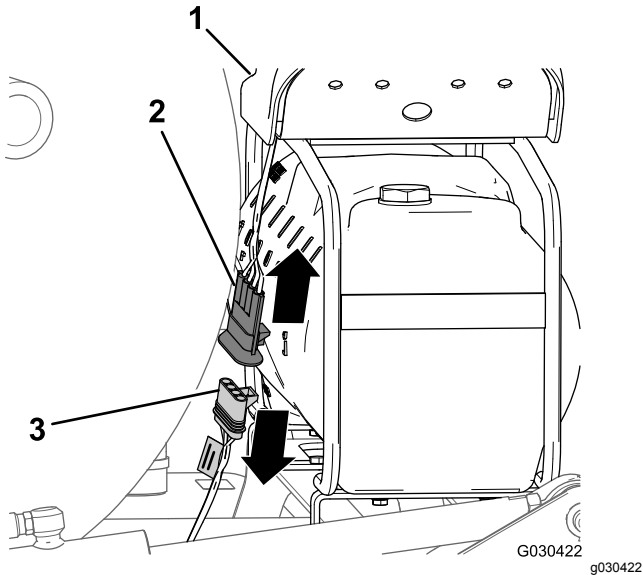

Bild 4
1. Suchen Sie an der Rückseite des Schaummarkiererbehälters den Kabelbaum am Kompressor (Bild 4).
2. Ziehen Sie den 4-Stift-Stecker des Kompressorkabelbaums vom 4-Buchsen-Stecker des hinteren Kabelbaums der Maschine ab (Bild 4).